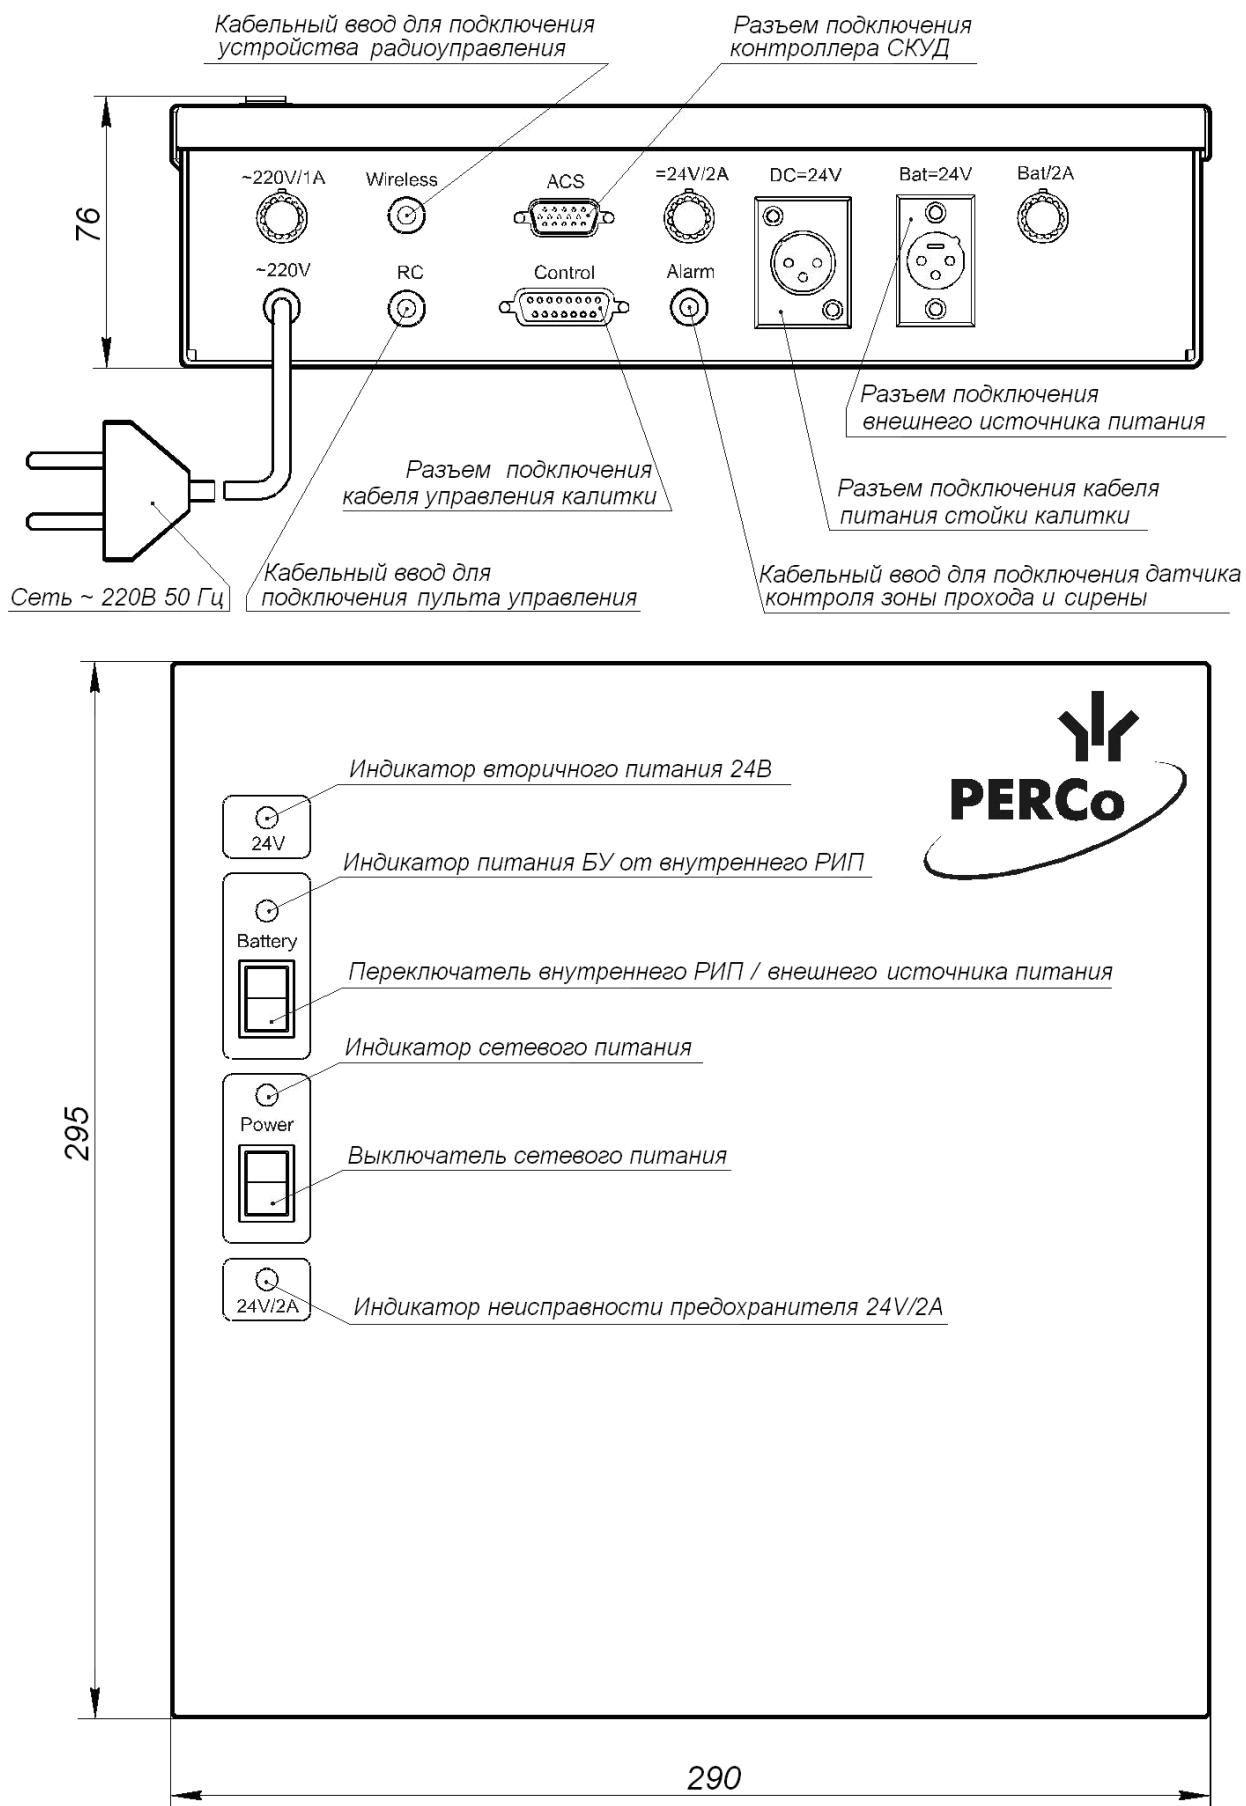
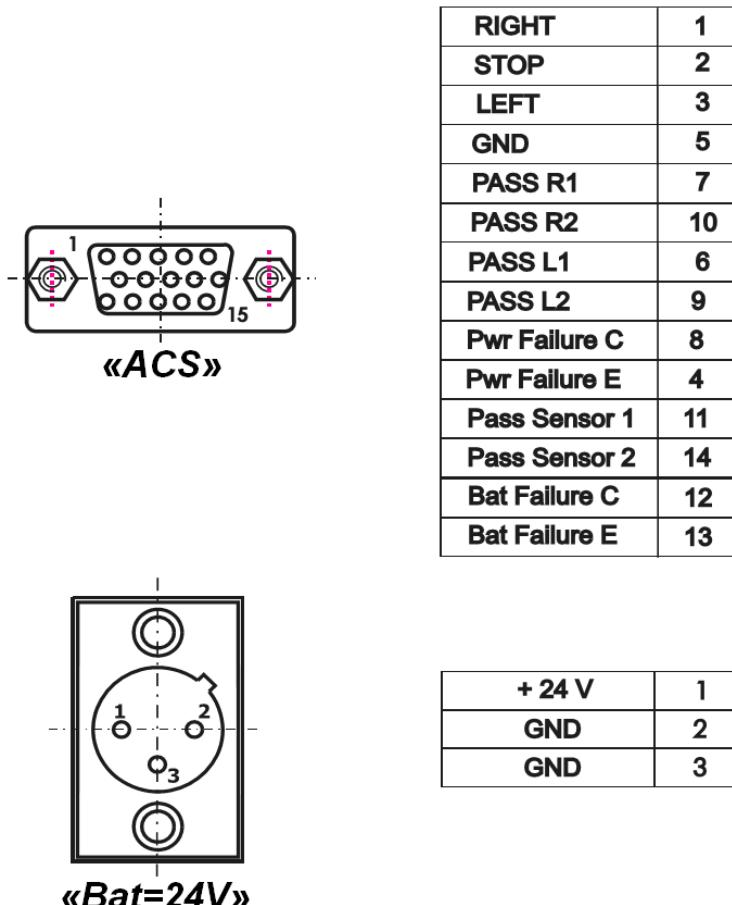

Рисунок 3 Блок управления
Рисунок 4 Назначение контактов разъемов блока управления
Блок управления (8) предназначен для обеспечения электропитания внутреннего оборудования калитки и реализации алгоритма управления. Он выполнен в виде отдельного прибора в закрытом металлическом корпусе (см. рис. 3), который имеет возможность настенного крепления с антисдергивающей фиксацией.
ПДУ (9) выполнен в виде небольшого настольного прибора в корпусе из ударопрочного АБС пластика и предназначен для задания и индикации режимов работы при ручном управлении калиткой. ПДУ (9) подключается к блоку управления (8) гибким многожильным кабелем (12) через кабельный ввод в нижней панели блока (см. рис. 3 и рис. А.1 Приложения А).
В корпусе блока управления (8) находятся: силовой трансформатор, модуль источников питания, модуль процессорный, два 12-вольтовых аккумулятора внутреннего РИП. На лицевой панели блока управления расположены следующие индикаторы (см. рис. 3):
Подключение СКУД производится к разъему «ACS» блока управления (см. рис. 3). Назначение контактов разъема «ACS» блока управления показано на рис. 4. Разъем СКУД прилагается в комплекте ЗИП.
Контакты «PASS R1(R2)» и «PASS L1(L2)» разъема «ACS» блока управления (см. рис. 4) разомкнуты в исходном состоянии. При повороте створки в зависимости от выбранного направления прохода происходит замыкание контактов «PASS R1» и «PASS R2» или «PASS L1» и «PASS L2», при этом длительность формируемых сигналов зависит от времени, в течение которого калитка находится в открытом состоянии.